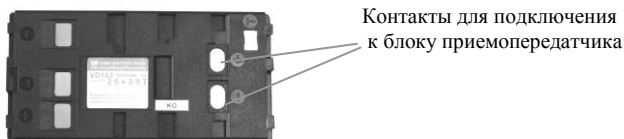

Рис.5 Вид на аккумулятор со стороны контактов.
Вид на аккумулятор со стороны контактов приведен на Рис.5.
- 7.3.3. Расположить аккумулятор над посадочным местом таким образом, чтобы над контактной группой блока находились контакты аккумулятора, показанные на рис. 5.